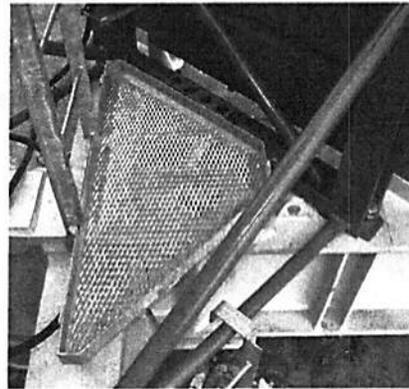

Abb. 3.3.2
- C) Die Bühne für den Zutritt zum Turm durch Ausdrehen der Schrauben M10x35 und ihrer Unterlegscheiben und Muttern entfernen (Abb. 3.3.2).